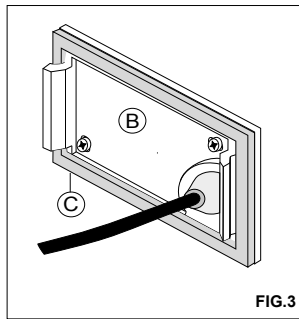
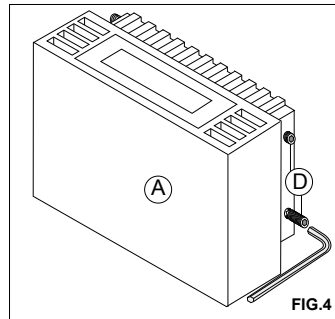

FIG.3
FIG.4
- Verificare il giusto posizionamento della guarnizione **C** sulla piastra **B**, appoggiarvi il corpo **A** e, tenendolo premuto sulla piastra **B**, fissare i grani **D** fino a filo parete dell'apparecchio. **FIG.3/FIG.4**
- Check the correct positioning of the gasket **C** on the plate **B**, lean the body **A** and pressing on plate **B**, and tighten the dowels until the same level of the wall, pay attention to the correct lock of the gasket **D**. **FIG.3/FIG.4**
- Placer la plaque **B** dans le corps **A** et pression de la plaque **B**, et fermer les grains jusqu'au niveau du mur et vérifier la correcte fermeture du joint. **FIG.3/FIG.4**
- Comprobar el correcto posicionamiento de la junta **C** su la placa **B**, poner en cuerpo **A** e, prensando en la placa **B** y cerrar los granos hasta el mismo nivel de la pared y asegurar el cierre correcto de la junta **D**. **FIG.3/FIG.4**